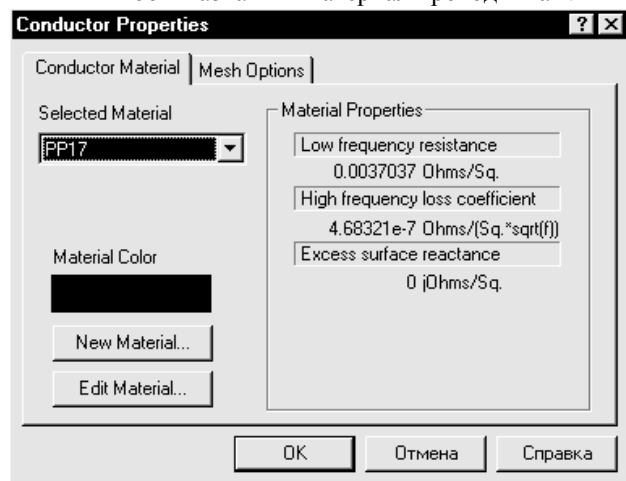

Рис. 4.44
2. Щёлкните левой кнопкой мышки по входному проводнику, чтобы выделить его. Затем щёлкните по этому проводнику правой кнопкой мышки и выберите **Edit Shape Props**. (Редактировать свойства формы). Откроется окно **Conductor Material** (рис. 4.44).
2. Щёлкните левой кнопкой мышки по входному проводнику, чтобы выделить его. Затем щёлкните по этому проводнику правой кнопкой мышки и выберите **Edit Shape Props.** (Редактировать свойства формы). Откроется окно **Conductor Material** (рис. 4.44).